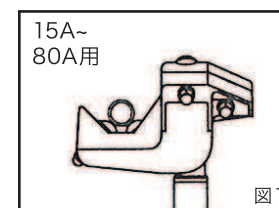

図1
1. 図1のようにHi-サポート本体とベースの間にアダプターを入れてください。